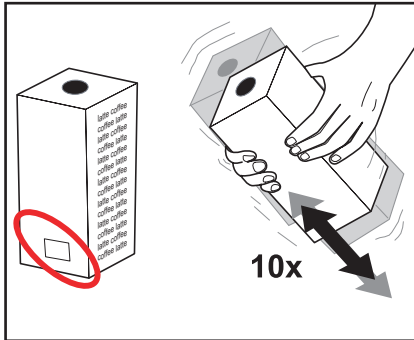

Fig. 18
Lisez les instructions figurant sur le pack de produit. Ne vous servez jamais de packs de produit endommagés. Ne vous servez plus de packs de produit d'une durée limite de conservation périmée (fig. 18).
3. Secouez le pack de produit au moins 10 fois (fig. 18).